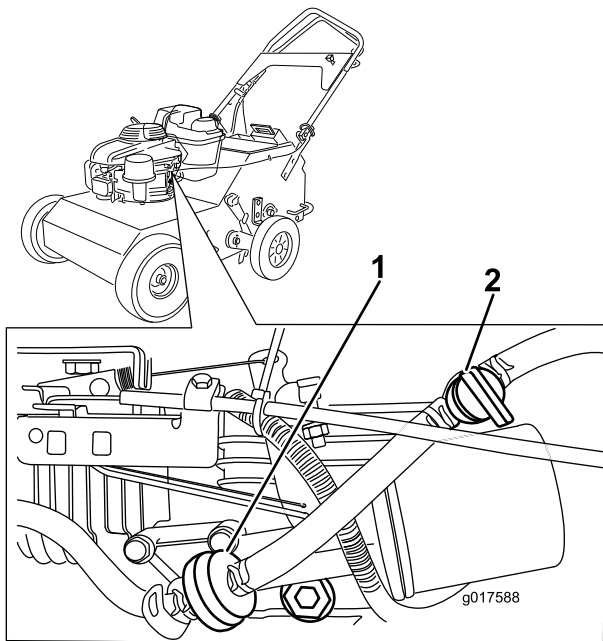

Figura 9
2. Abra la válvula de combustible girando la palanca paralela a la manguera de combustible (Figura 9).
3. Mueva el control del acelerador hacia adelante del todo a la posición de Estárter (Figura 9).